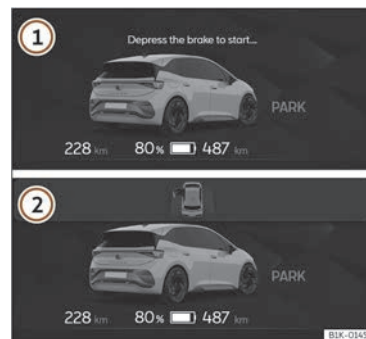

Fig. 9 Pantalla del Digital Cockpit
- Amb el sistema de propulsió inactiu, el Digital Cockpit mostra la imatge del CUPRA Born >>> **fig. 9**